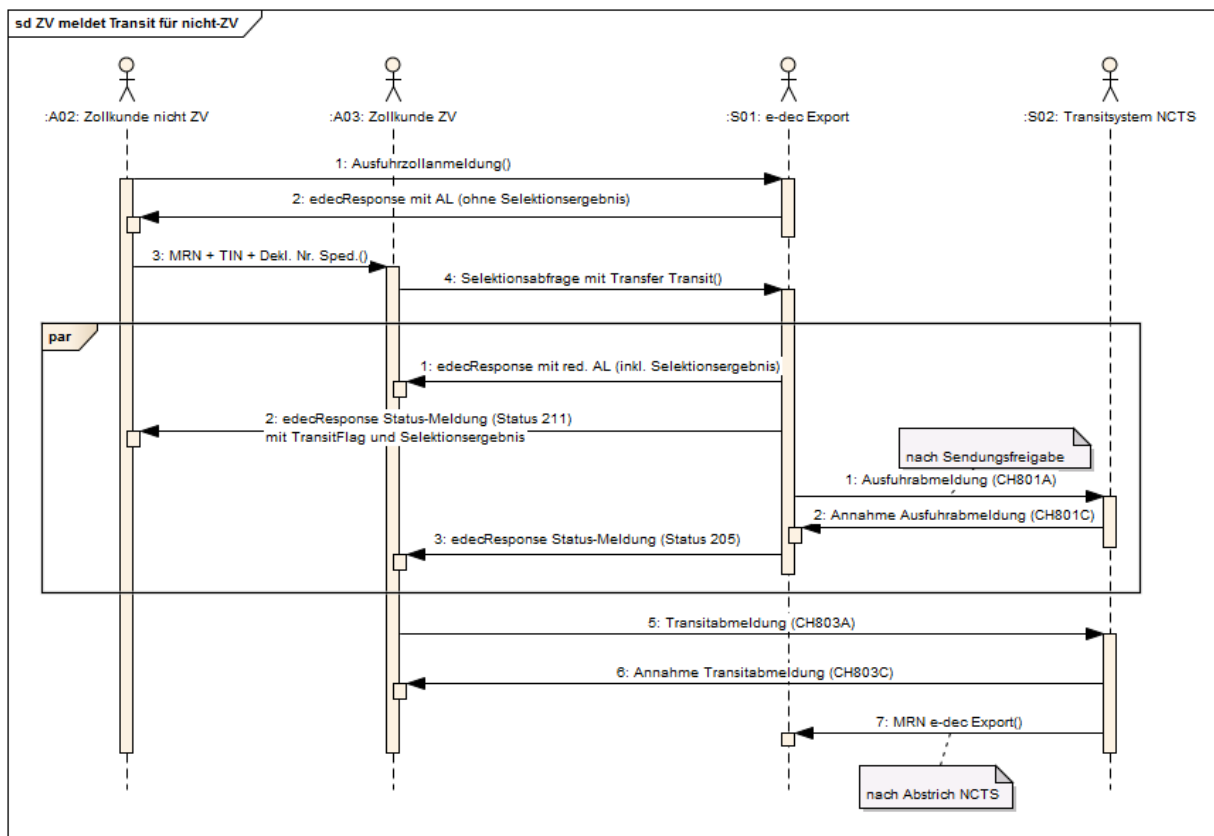

Abbildung 12: Kommunikationsfluss ZV meldet Transit für nicht ZV
Abbildung 12 zeigt den Nachrichtenaustausch zwischen den verschiedenen Akteuren dieses Szenarios.
- Der Zollkunde ZV sendet eine Selektionsergebnisabfrage im edecSelectionAndTransit XML Format an e-dec Export (Schritt 4 in der Abbildung 12). Die Nachricht enthält die vom nicht ZV erhaltenen Daten und das Element *transferToTransit* steht auf 1(yes).
- E-dec Export schickt eine Fehlermeldung, falls die edecSelectionAndTransit XML Meldung nicht plausibel ist. Es wird ebenfalls eine Fehlermeldung zurückgeschickt, wenn die ursprünglich vom nicht ZV übermittelte Zollanmeldung zum Zeitpunkt der Selektion nicht mehr plausibel ist (Plausi-Regeln siehe [11]) (dieser Schritt ist in der Abbildung 12 nicht abgebildet).
Der Ablauf ist weitgehend identisch mit jenem in Abbildung 12. Die Unterschiede sind:
Ein zugelassener Versender hat die Möglichkeit, eine Zollanmeldung eines nicht zugelassenen Versenders zu übernehmen und gleichzeitig das Selektionsergebnis zu erhalten (ohne Transit). Hierzu muss eine Nachricht im selectionAndTransit Format übermittelt werden. Als Antwort kommt eine edecResponse Nachricht mit dem Root Element *edecSelectionAndTransit* und eine reduzierten Ausfuhrliste (PDF) mit Selektionsergebnis aber ohne Warendetails zurück. Der Ablauf entspricht dem 1. Teil des in Abbildung 12 dargestellten Nachrichtenaustauschs. Das Element *transferToTransitSystem* ist auf 0 für „no“ gesetzt.